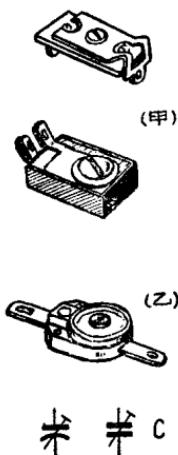

图 10 微调电容器
**微调电容器** 有时亦叫半可变电容器 它是由两片金属片，中间夹了云母片绝缘体而做成，中间有一螺钉，可调节金属片与云母片间的距离，以改变电容量（见图 10 甲）。还有一种是在瓷质的定片与动片上各浇上一个半圆面积的银层，作为电
极。調动螺釘，便改变两个半圓銀层之間互相对着的面积的大小，从而使电容改变（見图 10 乙）。此类电容器用在收音机高頻放大电路里校正同步电容量，以及用在中頻回路中校正中頻。